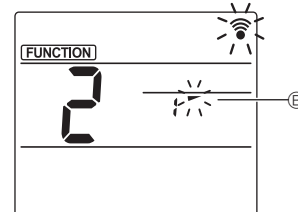

Fig. 3
③ Siivekkeen kulman valitseminen (Fig. 3)